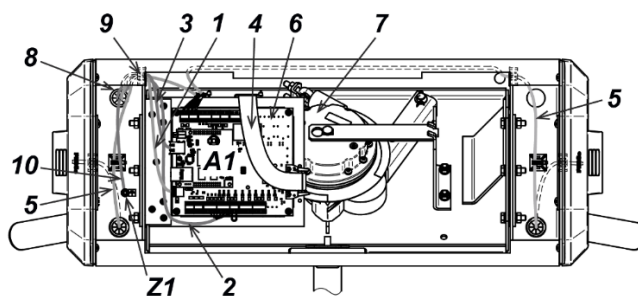

Рисунок 14. Схема прокладки кабелей в стойке ЭП
Расположение клеммных колодок на нижней плате контроллера ЭП показано на рис. 8, назначение контактов клеммных колодок указано в табл. 2. Схема подключения приведена на рис. 14. Используемые при подключении типы кабелей указаны в табл. 5. При монтаже ЭП придерживайтесь следующей последовательности действий:
10. Протяните кабели внутри стойки. Рекомендуемое расположение кабелей при прокладке внутри стойки показано на рис. 14.
12. Подключите кабель ПДУ (14) к клеммной колодке **XT2** согласно схеме, приведенной на рис. 14.
13. Подключите, при необходимости, кабели от других устройств к соответствующим разъемам встроенного контроллера ЭП в соответствии с общей схемой, приведенной на рис. 14, а также частными схемами для различных видов устройств, представленными на рис. 15 - 22.
16. Выполните заземление стойки ЭП в соответствии с требованиями ПУЭ («Правила устройства электроустановок»). Контакт заземления **Z** находится под крышкой стойки (3), слева от плат контроллера (см. рис. 14).
17. Проверьте правильность и надежность всех электрических подключений. При помощи площадок самоклеящихся и стяжек неоткрывающихся из комплекта поставки закрепите все кабели. После подключения всех кабелей и закрепления стойки на полу установите на место крышку (3) (см. разд. 6). Закройте заглушками Ø30 мм из комплекта поставки четыре отверстия для анкерных болтов в основании (2) и вспомогательное отверстие для подводки кабелей в нижней части каркаса (1) (если оно не используется).
18. Для установки в рабочее положение преграждающих планок снимите с поворотного механизма крышку (6), отвернув винт М4×25. Отверните болт М8×30, установленный на преграждающей планке (5). Установите преграждающую планку в соответствующее посадочное место и зафиксируйте болтом. Под головку болта установите пружинную шайбу. Затяжка болтов должна обеспечивать надежную фиксацию преграждающей планки (без люфта). Повторите операции при установке остальных преграждающих планок. Установите на место крышку (6) согласно рекомендациям разд.6.